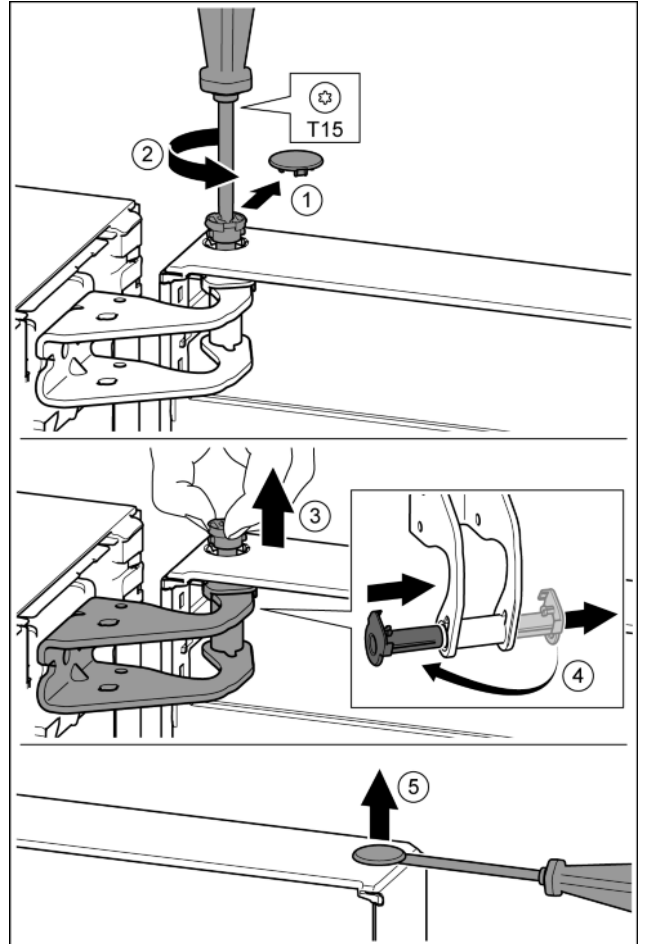

Fig. 10
- ▶ Óvatosan húzza le a biztonsági fedelet. Fig. 10 (1)
- ▶ A csapot a T15 csavarhúzóval kicsit tekerje ki. Fig. 10 (2)
- ▶ Tartsa meg az ajtót, és a csapszeget az ujjaival húzza ki. Fig. 10 (3)
- ▶ Húzza ki a csapágyperselyt a vezetősinből. A másik oldalra helyezze és pattintsa be. Fig. 10 (4)
- ▶ A dugót egy hornyoltfejű csavarhúzóval óvatosan emelje ki az ajtó csapágyperselyből, és húzza ki. Fig. 10 (5)